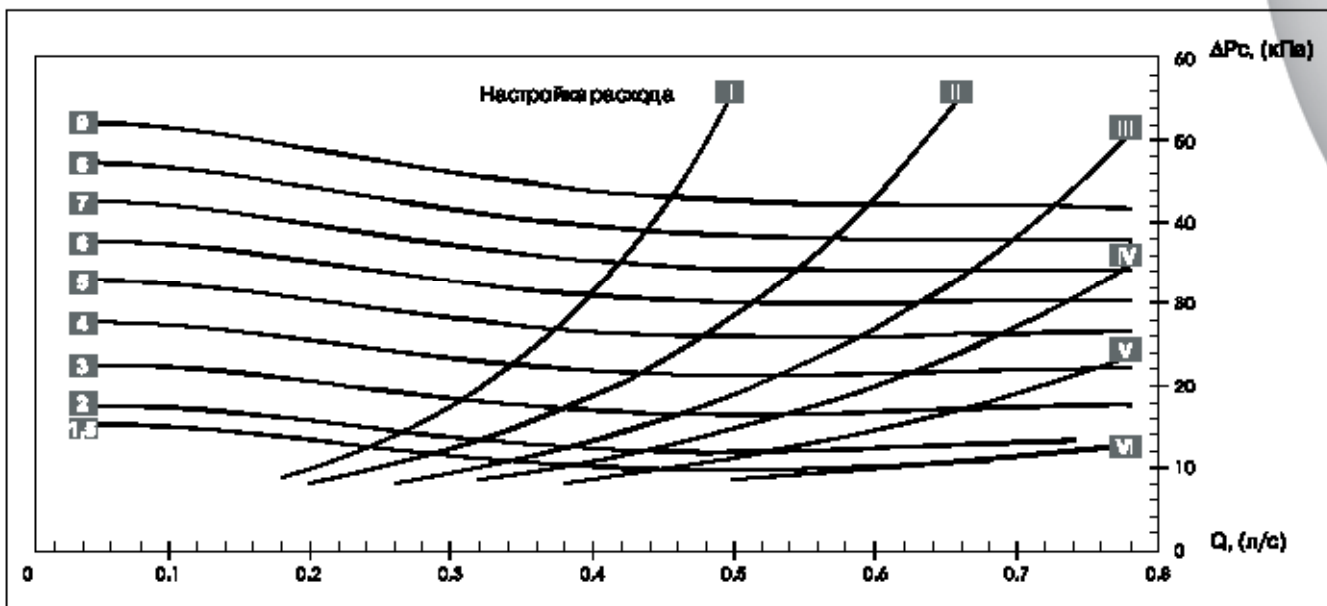

Рис. 14. BALLOREX® QP Ду 25/32
1. Установите расходомер BALLOREX® на клапане BALLOREX® M и ограничитель расхода в требуемое положение согласно показаниям расходомера (см. рис. 14).